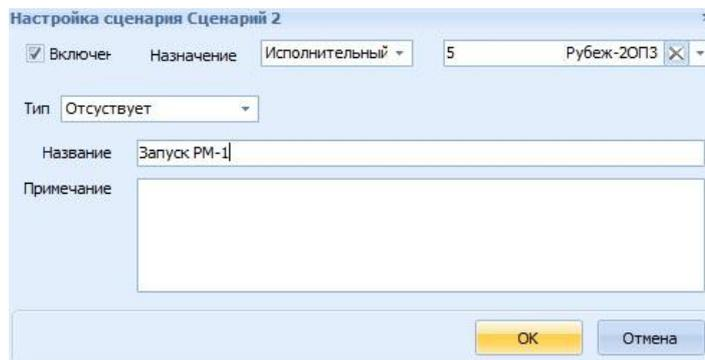

Рис. 11 Окно **Настройка сценария** Сценарий №2
2) **Сценарий № 2 «Запуск РМ-1»**, исполнительный сценарий на приборе Рубеж-2ОПЗ (5), который запускает релейный модуль РМ-1 (Рис. 11).